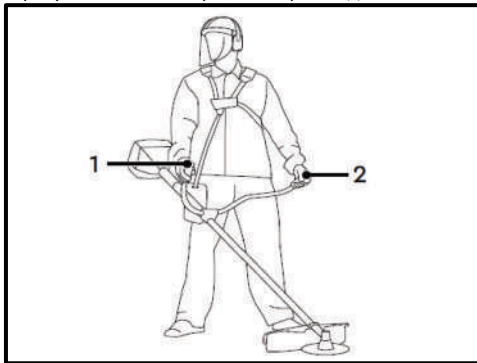

Рис. 27
- Утримуйте кущоріз лівою рукою за ліву рукоятку (2), а правою – за праву рукоятку (1) (Рис. 27).